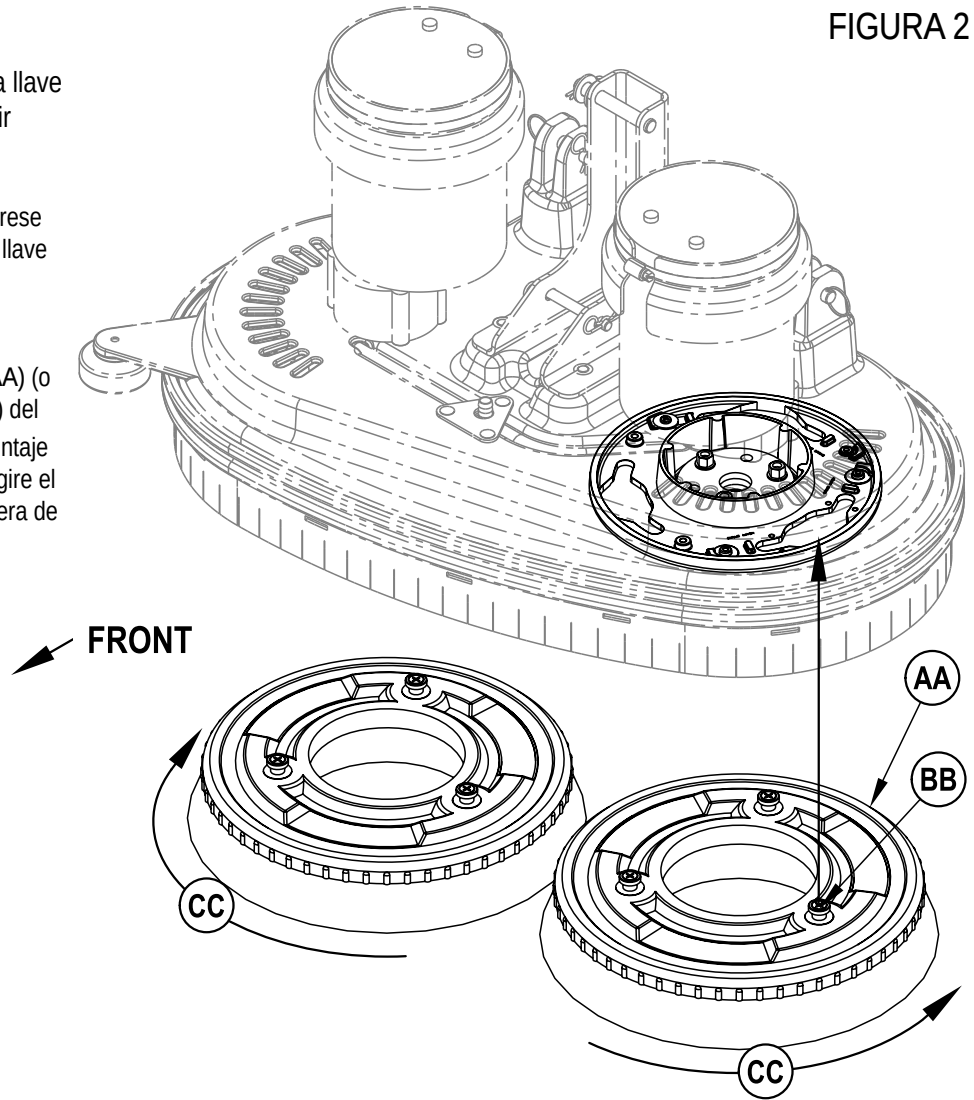

FIGURA 2
- 1 Asegúrese de que el portacepillos (7) se encuentre en la posición ELEVADA. Asegúrese de que está apagado (O) el conmutador de llave (A).
- 3 Ver la Figura 2. Para montar los cepillos (AA) (o los portabayetas), alinee las lengüetas (BB) del cepillo con las ranuras de la bandeja de montaje y gire para que se bloquee en su posición (gire el borde exterior del cepillo hacia la parte trasera de la máquina como se muestra (CC)).